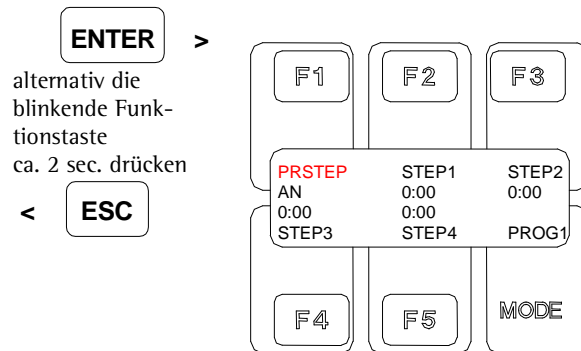

Abb. 13: Programmdefinition
- In Abb. 13 (Programmdefinition) wird angezeigt, ob der PRSTEP „AN“ oder „AUS“ ist. Des Weiteren wird die Stepp-Dauer angezeigt.
Anwahl der verschiedenen „STEPS“ (Abb. 13):